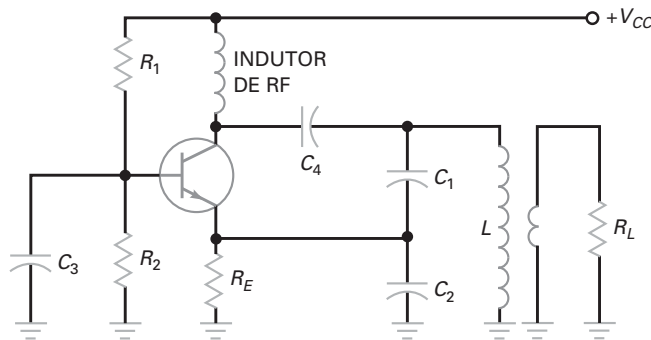

Figura 21-18 O oscilador BC pode oscilar em frequências maiores que um oscilador EC.
Para obter uma frequência de corte maior, o sinal de realimentação pode ser aplicado no emissor, como mostra a Figura 21-18. O capacitor C_3 faz o terra CA da base, e assim o transistor se comporta como um amplificador base comum (BC). Um circuito como esse pode oscilar em frequências maiores porque seu ganho para frequências altas é maior que o de um oscilador EC. Com o acoplamento indutivo na saída, o circuito tanque é pouco afetado pelo efeito de carga e a frequência de ressonância é dada pela Equação (21-5).